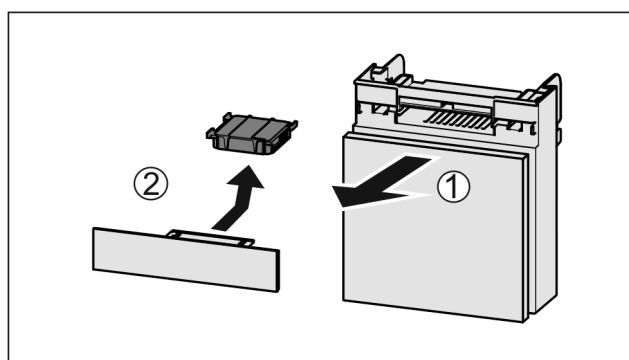

Fig. 118
- ▶ Træk rummet fremad Fig. 118 (1).
- ▶ Tag aktivkulfilteret Fig. 118 (2) ud.